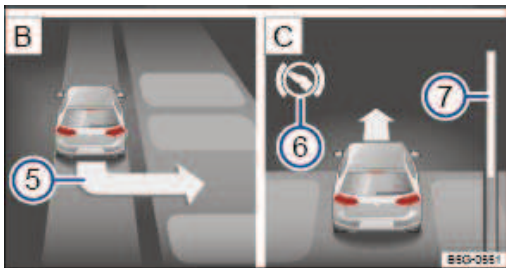

Fig. 141 Sur l'écran du combiné d'instruments : stationnement perpendiculaire à la chaussée.
- Effectuez la manœuvre de stationnement lorsque l'afficheur du combiné d'instruments affiche une invite à stationner le véhicule → Fig. 141 → Entrée dans une place de stationnement.
Légende de la ⇒ Fig. 141 :
- Freinez lorsqu'un signal sonore de changement de direction retentit, qu'une flèche ⇒ Fig. 141 **A** s'allume, que le symbole s'allume ou qu'un message apparaît.